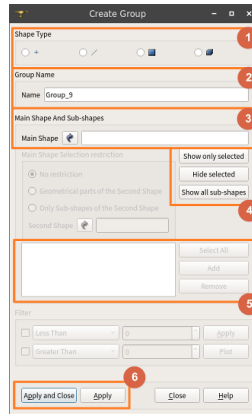

Figure 4: 4
- Figure 4에서 1번은 그룹의 형태(Shape Type)를 골라주는 것이다. 예컨대 부품(Body) 그룹을 만들고 싶다면 맨 우측의 것을 체크하면 된다. 면(Surface) 그룹을 만들고 싶다면 우측에서 두 번째의 것을 체크하면 된다.